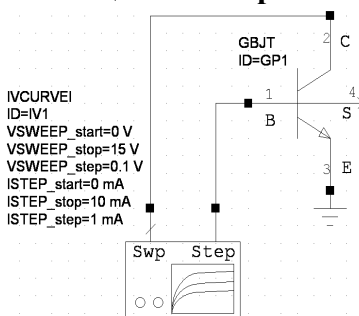

Рис. 3.3
2. Нажмите левой кнопкой мышки на модель **IVCURVE1** и, не отпуская кнопки мышки, перетащите её в окно схемы, отпустите кнопку мышки, позиционируйте элемент как показано на рис. 3.3 и щёлкните левой кнопкой мышки, чтобы зафиксировать его.